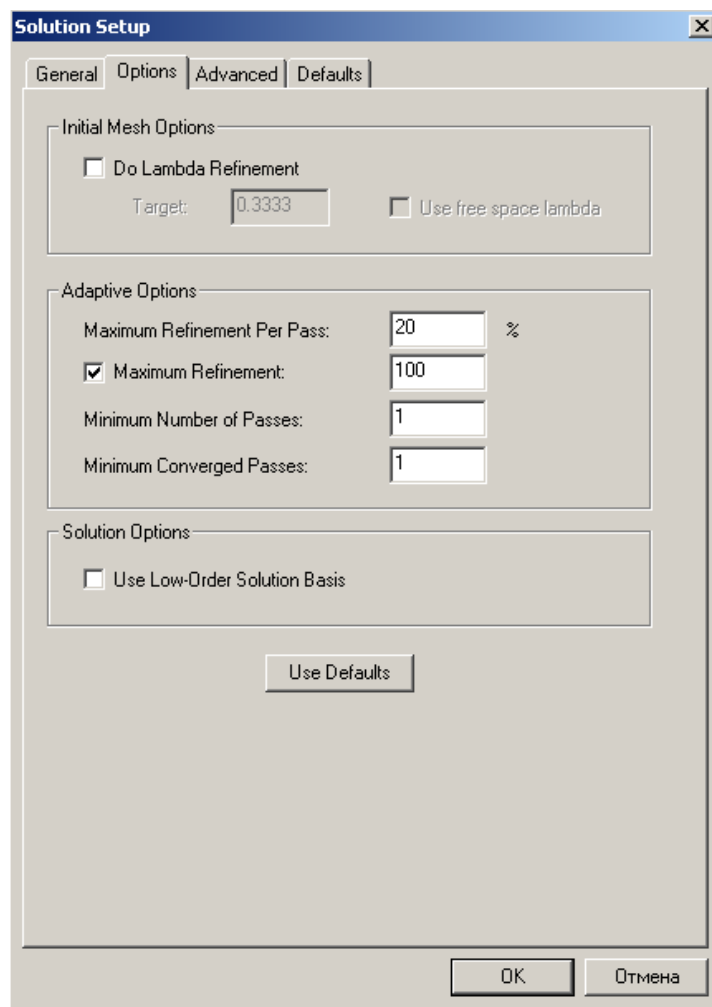

Рис. 12.22. Опции начального разбиения на ячейки, устанавливаемые на основании длины волны (деление длины волны на три)
8. HFSS пересчитывает ошибку, и интерактивный процесс повторяется, пока критерий сходимости либо достигнет максимального заданного числа адаптивных проходов, либо достигнет критерий уменьшения ошибки расчета. Опции адаптации находятся в разделе **Adaptive Options** и максимальное уплотнение на один проход задается в процентах (рис. 12.22). Это обеспечивает плавное изменение плотности сетки пошагово.